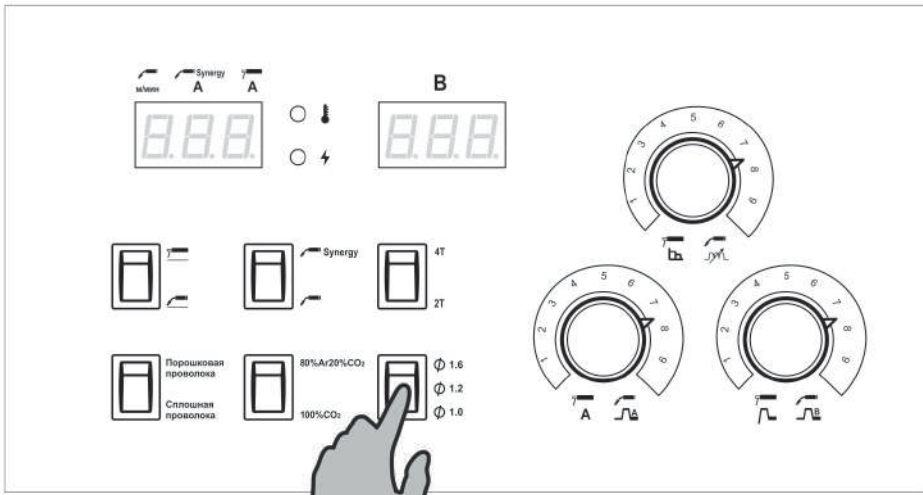

Рис. 8.5.6. Выбор диаметра сварочной проволоки.
6. Выберите диаметр сварочной проволоки (см. рис. 8.5.6). Диаметр выбирается в зависимости от толщины свариваемого металла